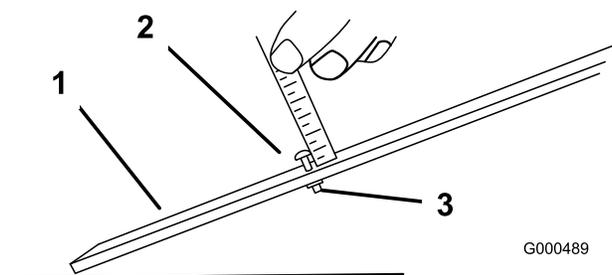

Figura 42
- Desaperte a porca da barra indicadora (Figura 42) e regule o parafuso de ajuste para a altura de corte desejada. A distância entre a parte inferior da cabeça do parafuso e a face da barra é a altura de corte.